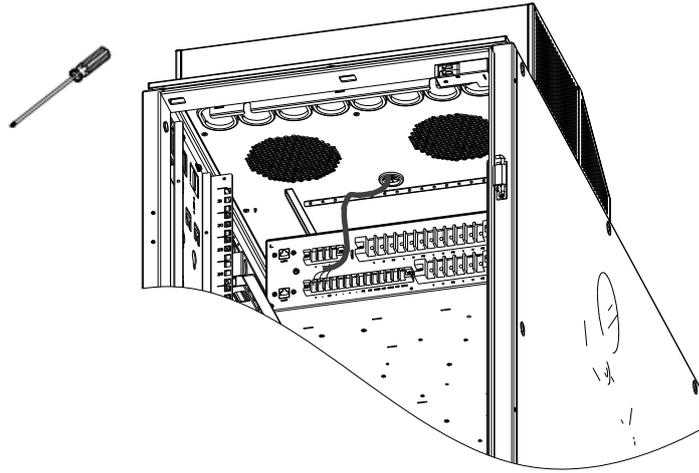

图2-14 ECO 风扇模块电缆连接
3) 风扇线缆按照图 2-14 接入 PMU 尾部端子台 “FAN” 区域 “+”、“-”、“SS” Pin 位, 沿途绑扎线缆。